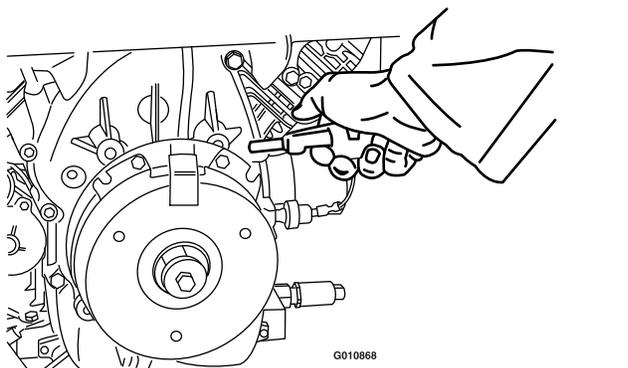

Figure 78
3. Soufflez de l'air comprimé sous le pôle et autour des entretoises du frein pour éliminer tout débris (Figure 78).